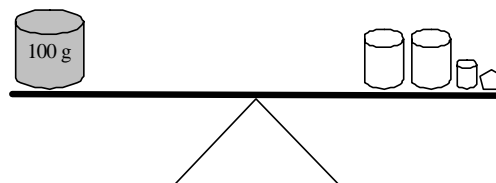

Fig. 8. Calibración de una pesa por equilibrio.
- Calibración de pesas en comparador de dos platillos (Fig. 8),